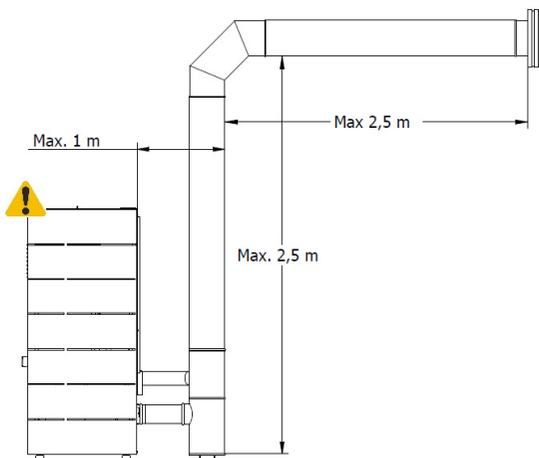

Figure 18 – Exemple d'installation d'un type B
- Vous devez placer l'inspection t comme illustré à la Figure 18, s'il est nécessaire d'éloigner la cheminée de l'équipement, vous ne pouvez placer un tuyau horizontalement que jusqu'à un maximum de 60 cm sans réduction ou perturbation.